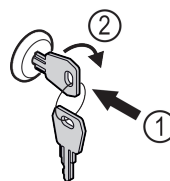

Fig. 87 Примерно изображение
- ▶ Пъхнете ключа Fig. 87 (1).
- ▶ Завъртете го на 90° по посока на часовниковата стрелка Fig. 87 (2).